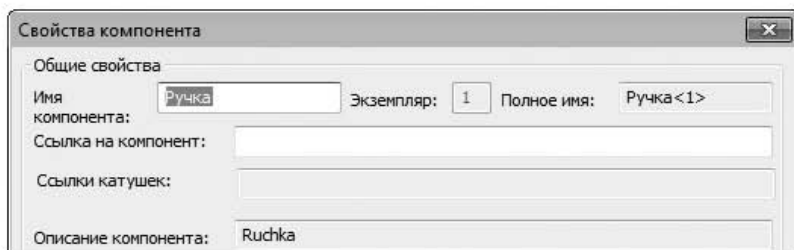

Рис. 6.68. Изменение наименования компонента в дереве конструирования
3. Добавьте в сборку вторую деталь — ручку. Измените наименования компонента в дереве конструирования, используя команду **Свойства компонента**  из контекстного меню, вызываемого щелчком правой кнопки мыши (рис. 6.68).